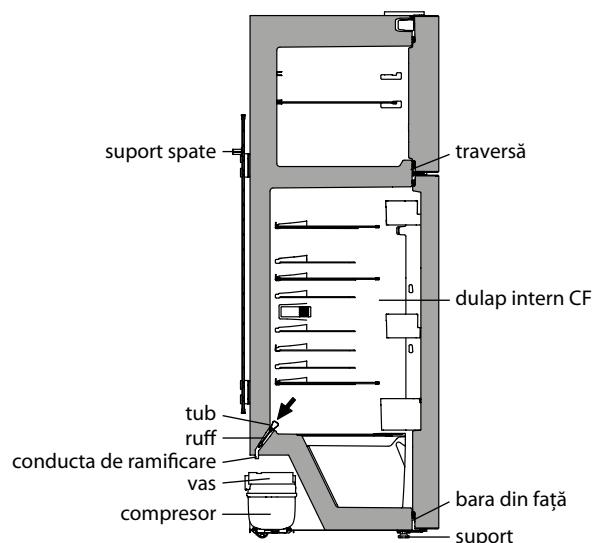

Figura 6
3.3.1 În CF se folosește un sistem automat de dezghețare. Bruma care apare pe peretele din spate al CF se topește într-un ciclu de dezghețare atunci când compresorul este deconectat și se transformă în picături de apă. Picăturile de apă topită se scurg în tavă, prin orificiul din tub intră în vasul de pe compresor în conformitate cu figura 6 și se evaporă. În orificiul tăvii este instalată o perie pentru a elimina înfundarea sistemului de scurgere.
– spălați ruful și instalați în funcție de figura 6.
din față către compartimentul interior al CC, în conformitate cu figura 6, poate provoca coroziunea dulapului exterior al frigiderului și elementelor de răcire a unității frigorifice, adeteriora izolația termică, duce la defectarea dulapului frigiderului.